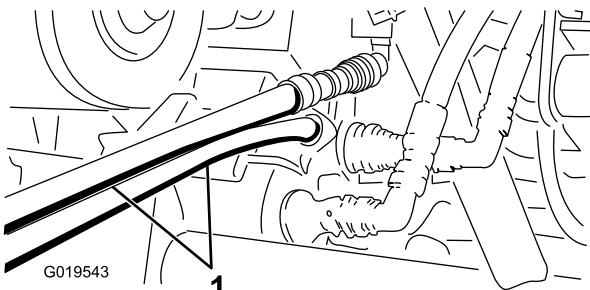

**Рисунок 76**
- На неисправном автомобиле подсоедините два шланга-перемычки к шлангам, которые были отсоединены (Рисунок 76).